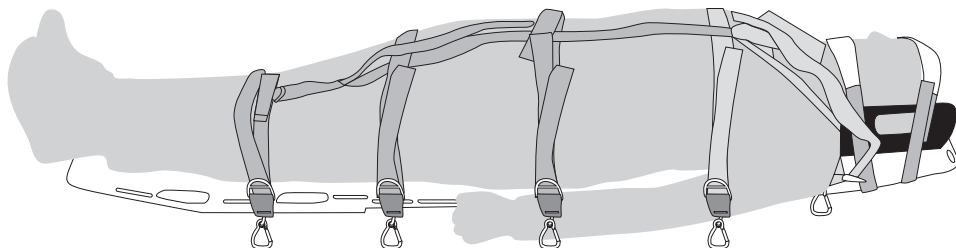

Fig.13
b) posizionare il cinghiaggio “TAYLAN” come mostrato in fig. 13,